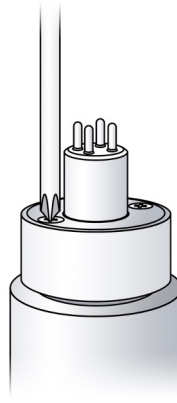

Fig. 2
- b) Connectez le raccord d'eau purifiée (Fig. 2).